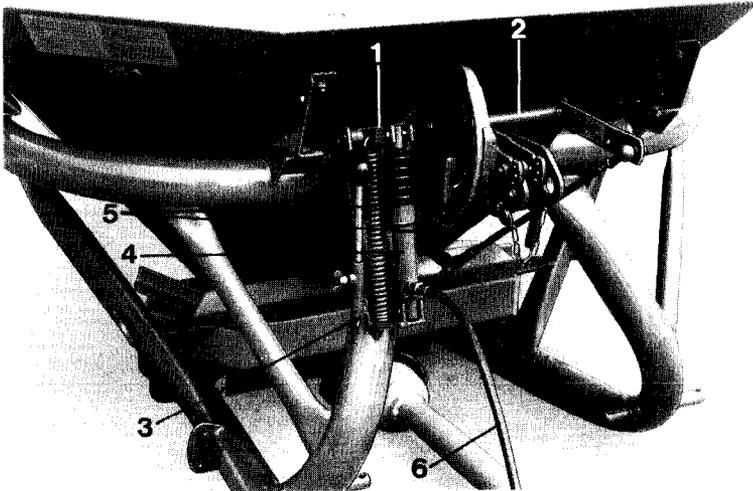

Fig. 9
- 5.8.1.1 Kupplungsteil (Fig. 9/1) rechts auf die Schaltwelle (Fig. 9/2) stecken und mit dem mitgelieferten Verbundstift verbinden.
- 5.8.1.2 Halterung (Fig. 9/3) auf das Kupplungsteil (Fig. 9/1) schieben und mit zwei Schrauben M 10x16 an der Befestigungsplatte am Rahmen anschrauben.
- 5.8.1.3 Hydraulikzylinder (Fig. 9/4) mit Hilfe einer Leichtspannhülse und einer M 8-Schraube mit einem Kupplungsteil (Fig. 9/1) verbinden.
- 5.8.1.4 Federn (Fig. 9/5) oben am Kupplungsteil (Fig. 9/1) einhängen.
- 5.8.1.5 Spannschrauben M 10 von unten durch die Halterung (Fig. 9/3) führen und Federn (Fig. 9/5) bis zum Anschlag spannen.
- 5.8.1.7 Hydraulikschlauch (Fig. 9/6) anschließen.
- 5.8.1.8 Funktion überprüfen. Bei Schwergängigkeit die Federn (Fig. 9/5) aushängen und Hydraulikschlauch (Fig. 9/6) abschrauben. Die Schieber müssen dann leichtgängig zu betätigen sein. Gegebenenfalls die Führungen der Schieber etwas lösen und Lagerung der Schaltwelle (Fig. 9/2) korrigieren.